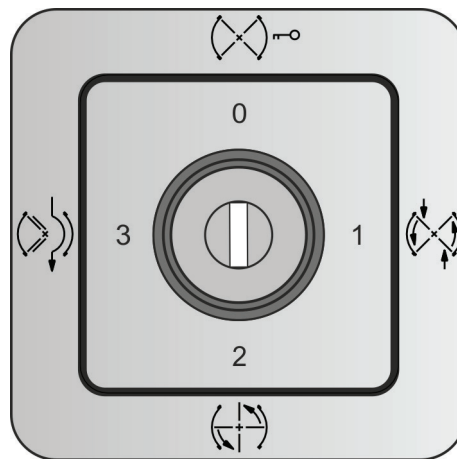

Рис. 24 Переключатель программ
1. Разблокировать переключатель программ (рис. 24) с помощью ключа/кода.
2. Убедиться в отсутствии людей внутри карусельной двери и установить переключатель программ (рис. 24) в одно из положений: